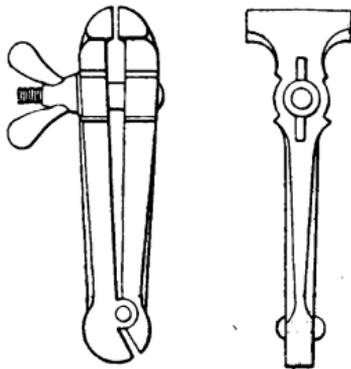

Fig. 211.
**ÉTAU A MAIN** (fig. 211). — Sert à tenir les petites pièces que l'on ne peut mettre dans l'étau ordinaire ni tenir à la main: il est indispensable à l'ajusteur et celui à manche (fig. 212)